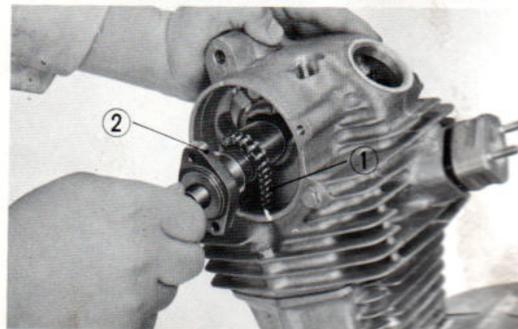

Fig. 34 Dépose de l'arbre à cames
- 7) Aligner les cames d'admission et d'échappement. (Fig. 34)